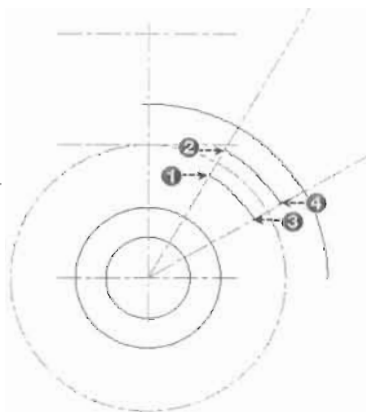

图 3-160
(8) 选择“辅助线”图层为当前图层，以同心圆的圆心为圆心绘制半径为 36 的辅助线圆，命令执行过程如下，绘制结果如图 3-160 所示。
指定圆直径的第一个端点: // 捕捉图 3-160 所示的点 1
指定圆直径的第二个端点: // 捕捉图 3-160 所示的点 2，用相同的方法绘制另一个圆